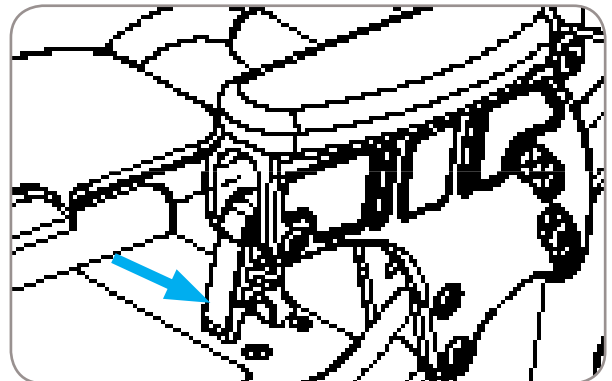

Figura 29
1. Para colocar la bandeja, gire los bloqueos de la bandeja izquierda y derecha hacia abajo. Referencia figura 29.